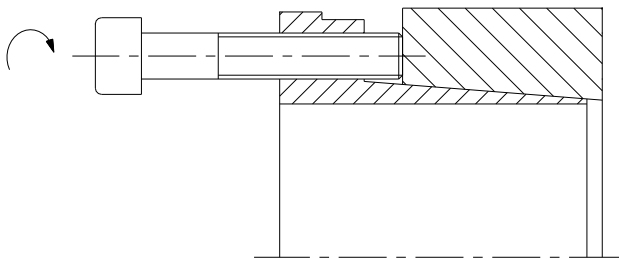

Bild 8: Lösen des Spannsatzes KTR 200
- Die Spannschrauben in die Abdrückgewinde des Innenringes (Bauteil 2) einschrauben (siehe Bild 8 und 9).